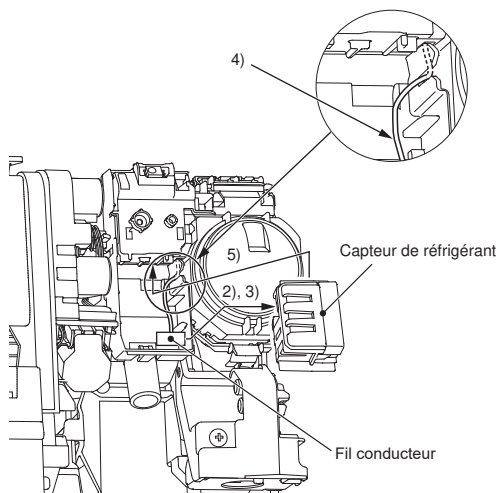

Fig. 1
- 2) Enlevez le fil conducteur. (Fig. 1)
(Fig. 1)